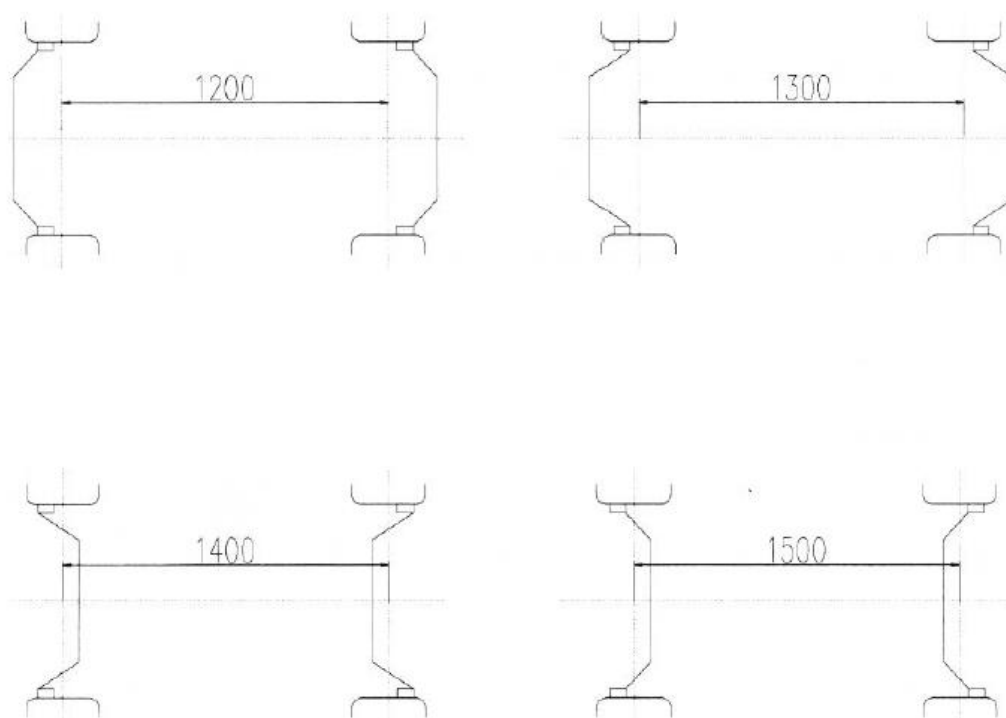

Figura 3-3 Ajuste de la distancia entre ejes trasera del tractor [Unidad: mm (milímetros)]
- La distancia entre ejes comúnmente utilizada para los modelos con distancia al suelo normal es de 1300 mm (milímetros). Se pueden obtener 4 tipos de distancia entre ejes a través de diferentes posiciones de conexión de la placa radial y la llanta, como se muestra en la Figura 3-3: